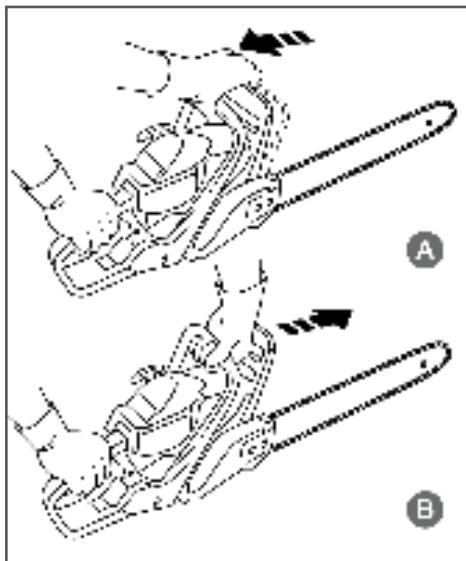

Рис. 7 Проверка механического тормоза цепи
Тормоз цепи включен (цепь не имеет возможности вращаться), когда ручка тормоза находится в отжатом положении (Рис. 7В).
3. Используя тормоз цепи, переместить левое запястье от себя и нажать им на ручку тормоза, не отпуская рукой переднюю рукоятку пилы (Рис. 7В).
6. Взведите ручку тормоза (Рис. 7А).
4. Убедитесь, что тормоз цепи включен (цепь заторможена), как показано на Рис. 7В.
После запуска двигателя немедленно выключите тормоз пильной цепи. Для этого потяните ручку тормоза на себя до щелчка (Рис. 7А).